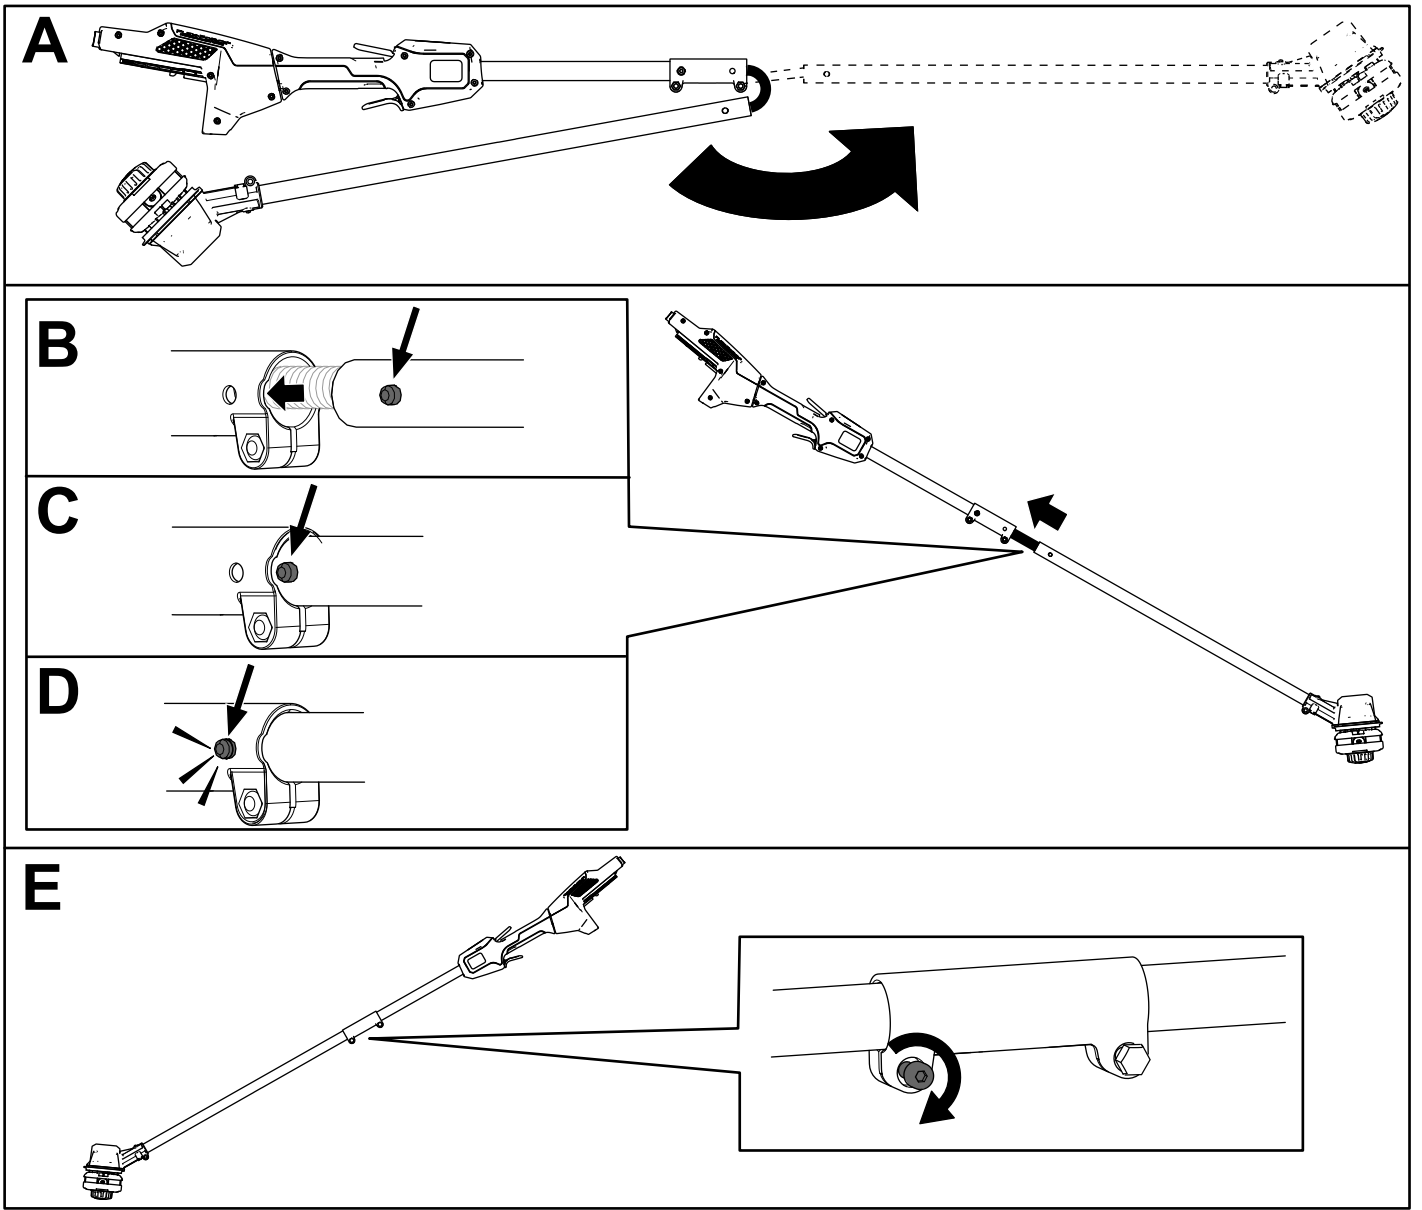

Figura 3
1. Despliegue el eje (Figura 3, A).
2. Alinee el botón de bloqueo del eje inferior con el orificio alargado del eje superior y junte los dos ejes (Figura 3, B y C).
Nota: El botón de bloqueo hace clic en el taladro alargado cuando ambos ejes están sujetos (Figura 3, D).
3. Usando la llave allen suministrada, apriete el tornillo del conector del eje hasta que quede firme (Figura 3, E).